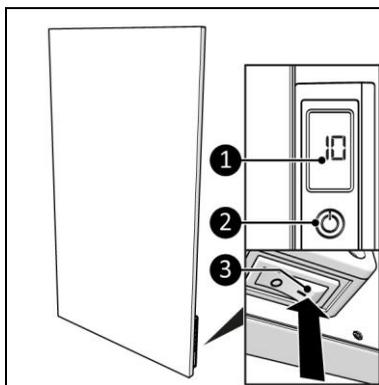

Figure 18
1. Mettez le commutateur ON/OFF en position ON (figure 18, pos. 3).
2. Appuyez sur la touche ON/OFF du panneau de commande (figure 18, pos. 2) ou de la télécommande.
3. L'écran (figure 18, pos. 1) affiche d'abord la température réglée pendant 3 secondes, puis la température ambiante.